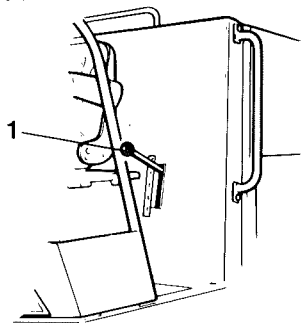

Fig 10 Förarplats
- 3 Ställ växelväljaren (1), fig 10, i önskat läge - se dekal.